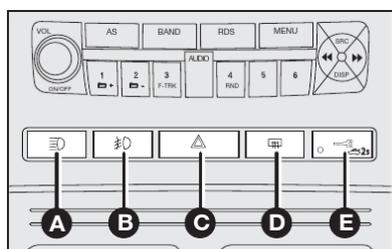

fig. 66
### BOTÕES DE COMANDO - fig. 66
Para abrir a tampa do porta-malas, pressione prolongadamente o botão **E-fig 66**; dessa forma ocorre o destravamento elétrico e a abertura da tampa.
Para abrir o suporte do estepe/tampa porta-malas, pressione prolongadamente (mais de 2 segundos) o botão **E-fig. 66**.
**B - Faróis auxiliares** - Botão com indicação de função ativada no quadro de instrumentos para ligar e desligar os faróis auxiliares. Só funciona a partir do acionamento das luzes externas de posição. Os faróis auxiliares são desligados cada vez que a chave de ignição for desligada. Para ligá-los novamente é necessário pressionar o botão **B-fig. 66**.
### PREDISPOSIÇÃO PARA FARÓIS AUXILIARES - fig. 66
Se as portas estiverem travadas e o botão **E-fig. 66** for pressionado as portas se destravarão e o LED se acenderá.